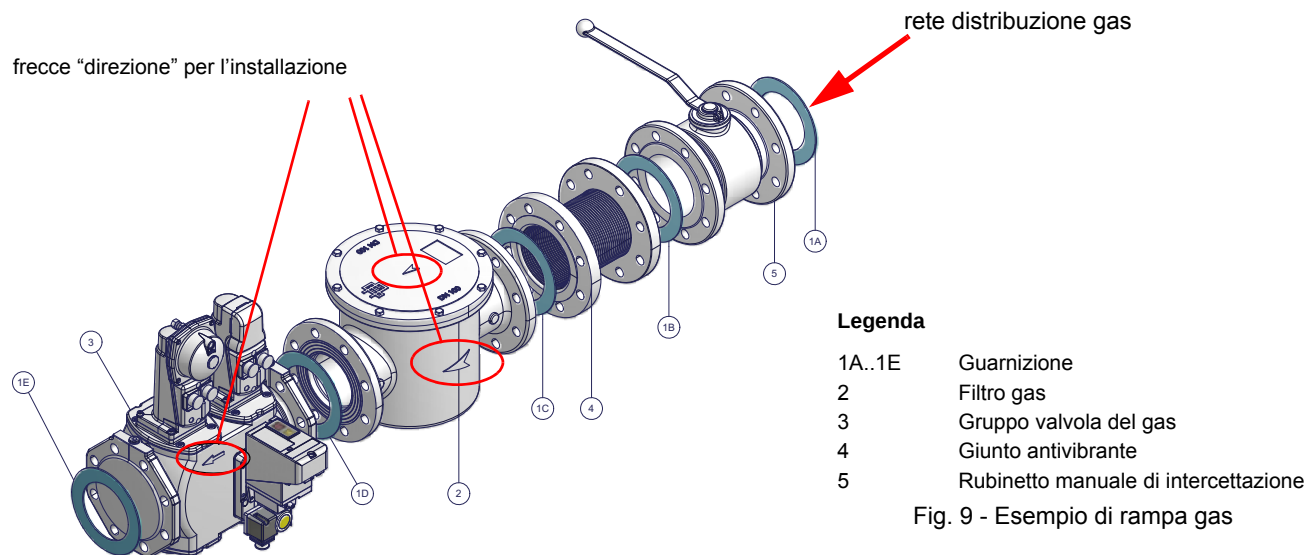

Fig. 9 - Esempio di rampa gas
- 1) nel caso di giunti flangiati: interporre tra un componente e l'altro, una guarnizione (n. 1A..1E - Fig. 9) compatibile con il gas utilizzato,
ATTENZIONE: una volta montata la rampa secondo lo schema riportato in Fig. 9, deve essere effettuata la prova di tenuta del circuito gas, secondo le modalità previste dalla normativa vigente.